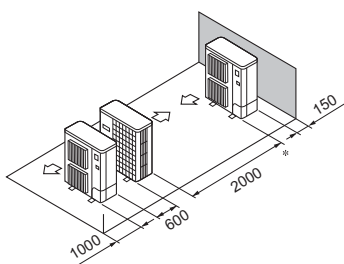

Fig. 3-15
- ⑤ Disposizione di unità singole parallele (Fig. 3-15)